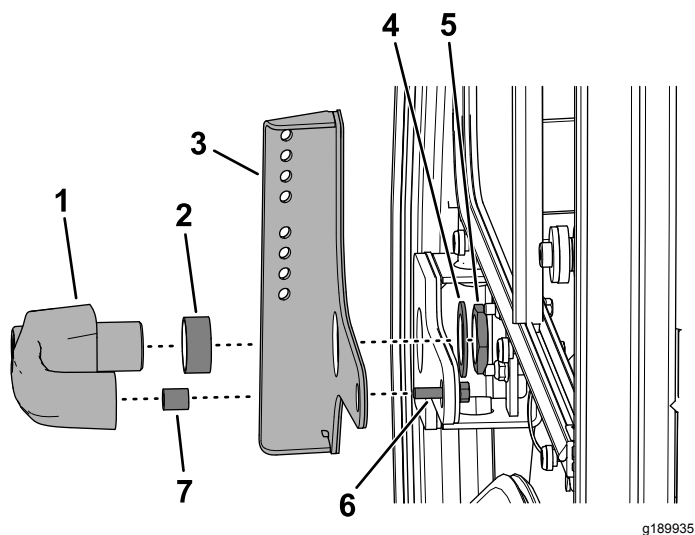

图4
- 用粘附的镜子底座和之前拆下的安装螺母、垫圈、凸缘头螺丝6 x 25mm和2个隔片安装门把手 图4。